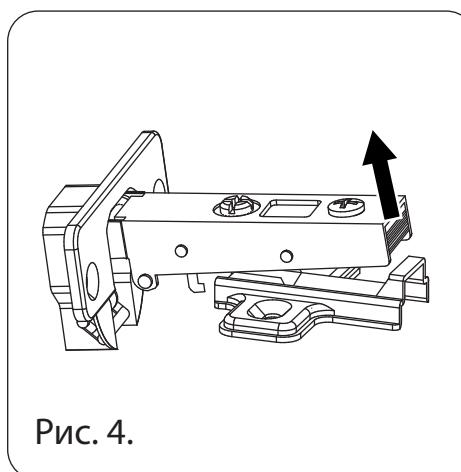

Рис. 4.
2. Отщелкните петлю от ответной планки (см. рис. 4).